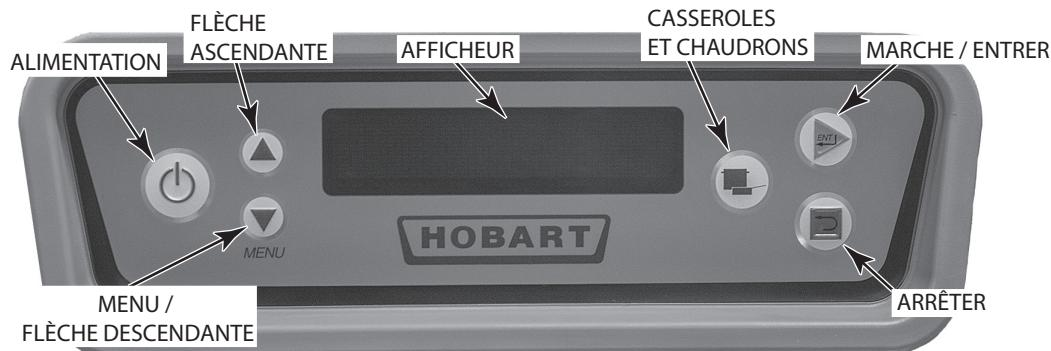

Fig. 30
Le poste de commande est monté sur le dessus de l'appareil. Le clavier et l'afficheur sont situés à l'avant du poste de commande (Fig. 30).
Fermer toutes les portes. Pour démarrer le remplissage quand l'appareil est prêt, appuyer sur la touche ALIMENTATION [POWER] (Fig. 30).
5. Appuyer sur la touche ALIMENTATION [POWER] (Fig. 30). Le lave-vaisselle se remplit automatiquement (voir Remplissage du lave-vaisselle ci-haut). Une fois la cuve remplie, le brûleur s'allume si le chauffage est requis. Le système d'allumage prévoit une période de prépurge de 15 secondes avant d'effectuer l'allumage.
6. Si l'appareil ne fonctionne pas, appuyer sur la touche ALIMENTATION [POWER] (Fig. 30) et fermer le robinet du gaz. Communiquer avec le Service de l'entretien Hobart le plus près ou avec le fournisseur de gaz.
Lorsque le lave-vaisselle est rempli, faire démarrer les pompes en appuyant sur la touche MARCHE/SAISIR [START/ENTER] (Fig. 30) ou en insérant un panier dans l'appareil.
Le dispositif d'arrêt momentané du convoyeur (standard) permet à l'utilisateur d'immobiliser le convoyeur de manière à laver plus longtemps la vaisselle encrassée. Appuyer sur la FLÈCHE DESCENDANTE située sur le clavier (Fig. 30) jusqu'à ce que le symbole < apparaît à gauche du dispositif d'arrêt momentané du convoyeur. Lorsque le panier à vaisselle atteint la zone de lavage, appuyer sur la touche MARCHE/ENTRER située sur le clavier (Fig. 30) pour arrêter le convoyeur momentanément. Pour redémarrer le convoyeur, appuyer sur la touche MARCHE/ENTRER située sur le clavier (Fig. 30). **REMARQUE :** Sur tous les modèles CLeN (sauf les modèles VL), l'appareil continuera à fonctionner en mode inactif jusqu'à ce que la touche ENTER ou STOP soit actionnée. Sur les modèles CLeN-VL, l'appareil s'arrête après 30 minutes d'inactivité.
Un mécanisme contre les surcharges permet l'arrêt du moteur du convoyeur en cas de blocage des paniers ou de charges excessives et l'afficheur indique 'Dégager le convoyeur'. Ouvrir les portes et dégager le blocage puis refermer les portes et appuyer sur la touche MARCHE / SAISIR pour remettre l'appareil en marche (Fig. 30).
Quand le lave-vaisselle fonctionne, toutes les températures apparaissent sur l'afficheur (Fig. 30). L'afficheur indique --- pour la température de rinçage jusqu'à ce qu'un panier soit dans la zone de rinçage; alors la température de rinçage est affichée. Une fois la vaisselle sortie de la zone de rinçage, l'affichage de la température de rinçage final revient à ---.
La fonction Mode casseroles et chaudrons, standard sur tous les modèles CLeN, permet à l'utilisateur de laver les casseroles et chaudrons encastrés en indexant les paniers au moyen des deux zones de lavage préglées à une durée précise. Les temps de lavage peuvent être ajustés dans le menu Paramètres, voir page 36. Appuyer sur la touche CASSEROLES ET CHAUDRONS située sur le clavier (Fig. 30) afin d'activer ce mode. Insérer le panier dans le lave-vaisselle. Chaque casier sera indexé deux fois à travers la zone de lavage en fonction de l'heure prédéfinie. L'appareil reviendra au fonctionnement normal si l'utilisateur appuie sur la touche CASSEROLES ET CHAUDRONS ou sur la touche ARRÊT, ou si le temps du programme automatique est écoulé.
Conçue pour économiser l'électricité, la minuterie entame un compte à rebours si aucun panier n'est introduit dans le lave-vaisselle, qui, une fois terminé, entraîne l'arrêt des moteurs des pompes et du convoyeur. Le chauffage se poursuit dans les cuves et les températures sont affichées à l'écran. Pour reprendre le fonctionnement normal du lave-vaisselle, y insérer un panier ou appuyer sur la touche MARCHE / SAISIR (Fig. 30).
1. Appuyer sur la touche ALIMENTATION (Fig. 30) pour éteindre le lave-vaisselle.